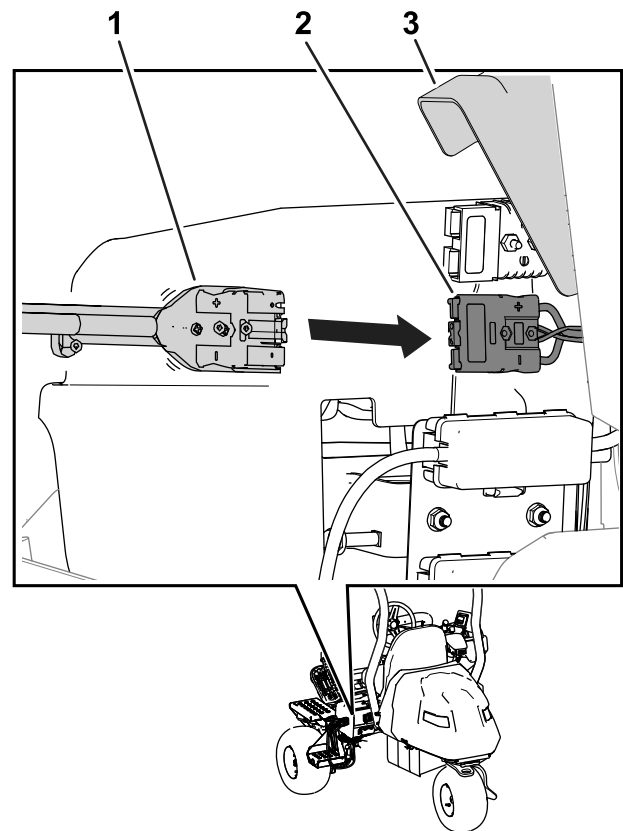

Figura 41
7. Levante a tampa dos conectores e deslize o conector de saída do carregador para o conector do carregador da máquina (Figura 41).